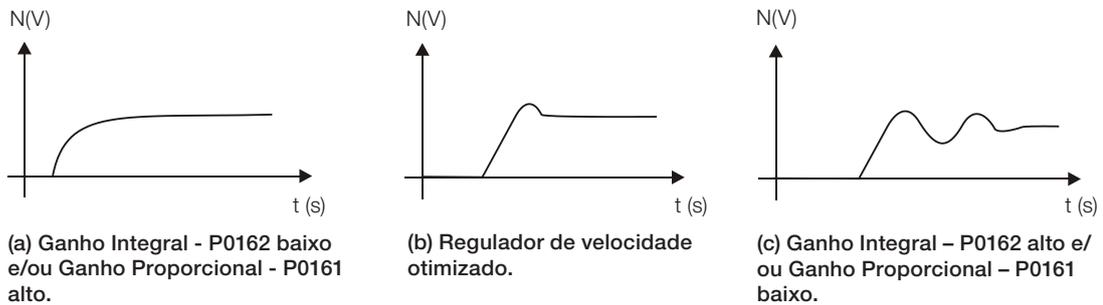

Figura 11.3: (a) a (c) Tipos de resposta do regulador de velocidade
- Verifique dentre as opções da Figura 11.3 na página 11-13 qual a forma de onda que melhor representa o sinal lido.
- Ajuste P0161 e P0162 em função do tipo de resposta apresentada na Figura 11.3 na página 11-13.